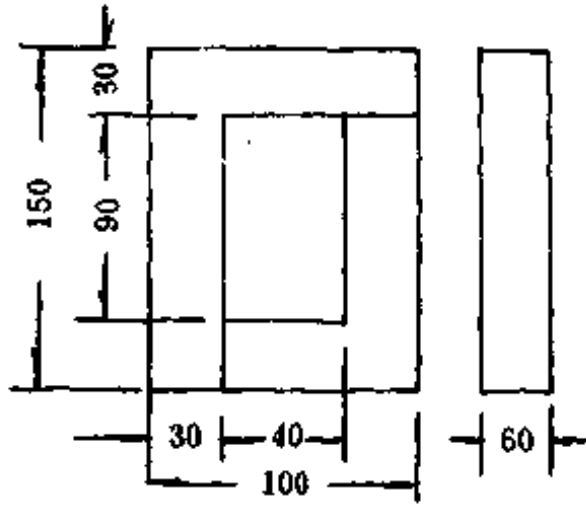

图 1-268
0.35, 尺寸见图 1-268 所示。自耦变压器迭厚 30mm,  $S_c = 8.46\text{cm}^2$ ,  $l_c = 35.42\text{cm}$ 。